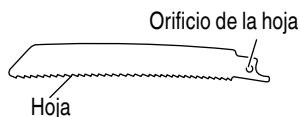

Fig. 13
**No utilice ninguna hoja de sierra con el orificio de la hoja gastado. De lo contrario, la hoja podría soltarse y provocar lesiones personales.** (Fig. 13)